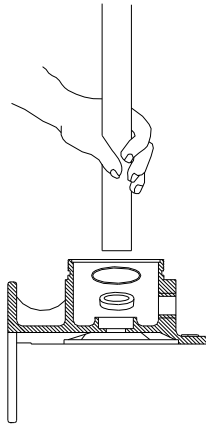

Figura 15
6. Si el sello no se asienta correctamente después de la limpieza de otra vez de la cavidad, coloque una arandela de carton sobre la pulida cara de sello y lo prensa cuidadosamente en su lugar con una pieza de tubo de estandar de 3/4" de limpia como una prensa (vea figura 15)